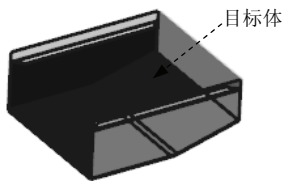

图 7.20 选取目标体
Step12. 创建求和特征 1。将模型切换至“建模”环境，选择下拉菜单 **插入(S)** → **组合(O)** → **求和(U)** 命令，选取图 7.20 所示的实体为目标体，选取上一步创建的轮廓弯边特征 1 为工具体；单击 **确定** 按钮，完成求和特征 1 的创作。